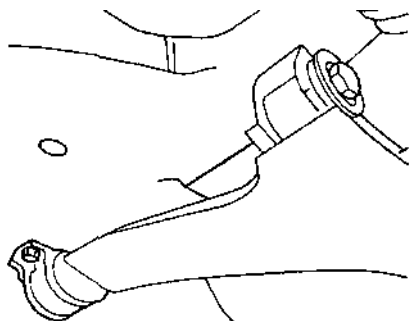

Рис. 5.9.
- окрутив гайку, снять болт и другие детали переднего шарнира рычага подвески (рис. 5.9);
- выкрутить болты и снять кронштейн заднего шарнира рычага подвески (рис. 5.9);